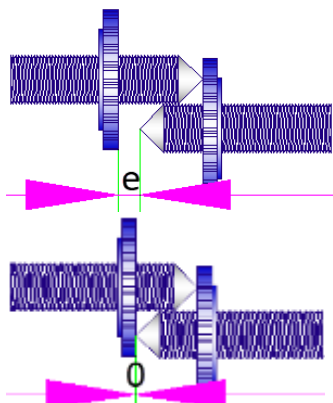

Fig.30 : Appairer les piges filetées
2. Appairer la longueur des pointes des piges filetées (partie filetée au-dessus de l'écrou moleté) avec un pied à coulisse à jauge de profondeur ; puis introduire une pige filetée dans chaque vé, pointe vers le haut; le méplat du corps de la pige en face de la vis de pression (milieu du vé). Il faut s'assurer que l'écrou moleté de la pige est bien en appui sur le dessus des vés {fig.30 à 31}.